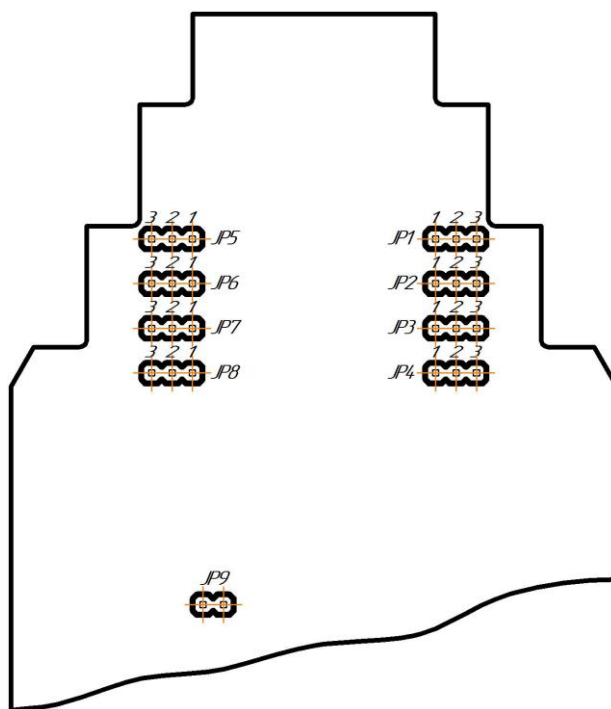

Рисунок 5.1 – Положение перемычек на плате модуля (корпус модуля снят)
4.3.6.1 Обесточить модуль, снять с шины и установить перемычку JP9 (положение – см. рис. 5.1), после чего установить модуль обратно на шину. Модуль перейдет в режим конфигурации сетевых настроек, о чем будет свидетельствовать мигание светодиода "PWR" на передней панели прибора.